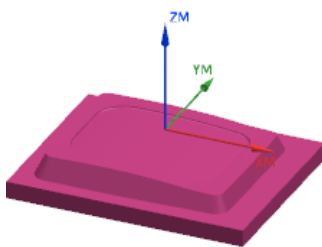

图 6.4 部件几何体
Step3. 在图形区中选择整个零件为部件几何体，如图 6.4 所示。在“部件几何体”对话框中单击 **确定** 按钮，完成部件几何体的创建，同时系统返回到“工件”对话框。